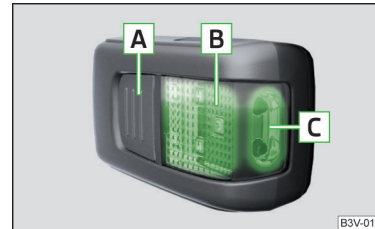

Abb. 142
Beschreibung der Leuchte » Abb. 142
- Zum **Einschalten** der herausgenommenen Leuchte die Taste **A** drücken » Abb. 142. Durch erneutes Drücken wird die Leuchte **ausgeschaltet**.
Wird die Leuchte nicht ausgeschaltet und korrekt in die Halterung eingesetzt, dann werden die LED-Leuchtmittel im vorderen Teil der Leuchte **C** » Abb. 142 automatisch ausgeschaltet.